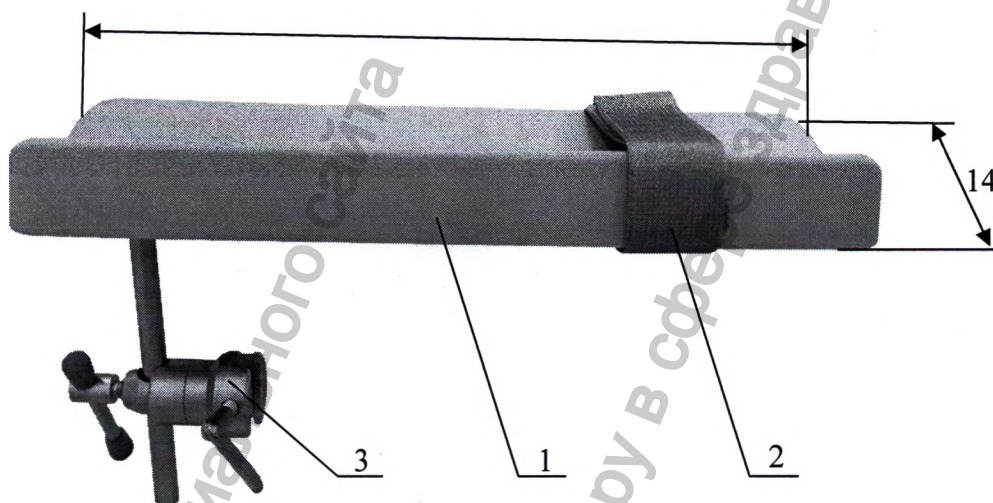

Рисунок 1. Столик для инъекций.
1. Столик для инъекций (опора для руки) (Рисунок 1). Профилированное ложе 1 из литого пенополиуретана, нержавеющие монтажные элементы. Регулируется по высоте и поворачивается вокруг вертикальной оси. Оснащен зажимом 3 и фиксирующим ремнем 2. Максимальная допустимая нагрузка – 15 кг.